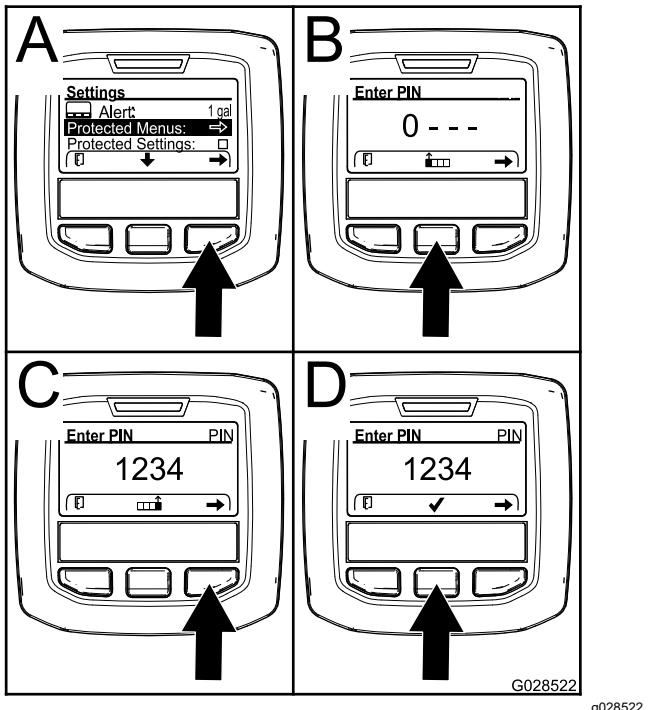

Рисунок 19
2. В меню SETTINGS (Настройки) с помощью средней кнопки прокрутите меню вниз к пункту PROTECTED MENU (Защищенное меню), и нажмите правую кнопку (Рисунок 19А).
затем нажмите правую кнопку, чтобы перейти на следующую цифру (Рисунок 19В и Рисунок 19С). Повторяйте этот пункт до тех пор, пока не будет введена последняя цифра, затем нажмите правую кнопку еще раз.